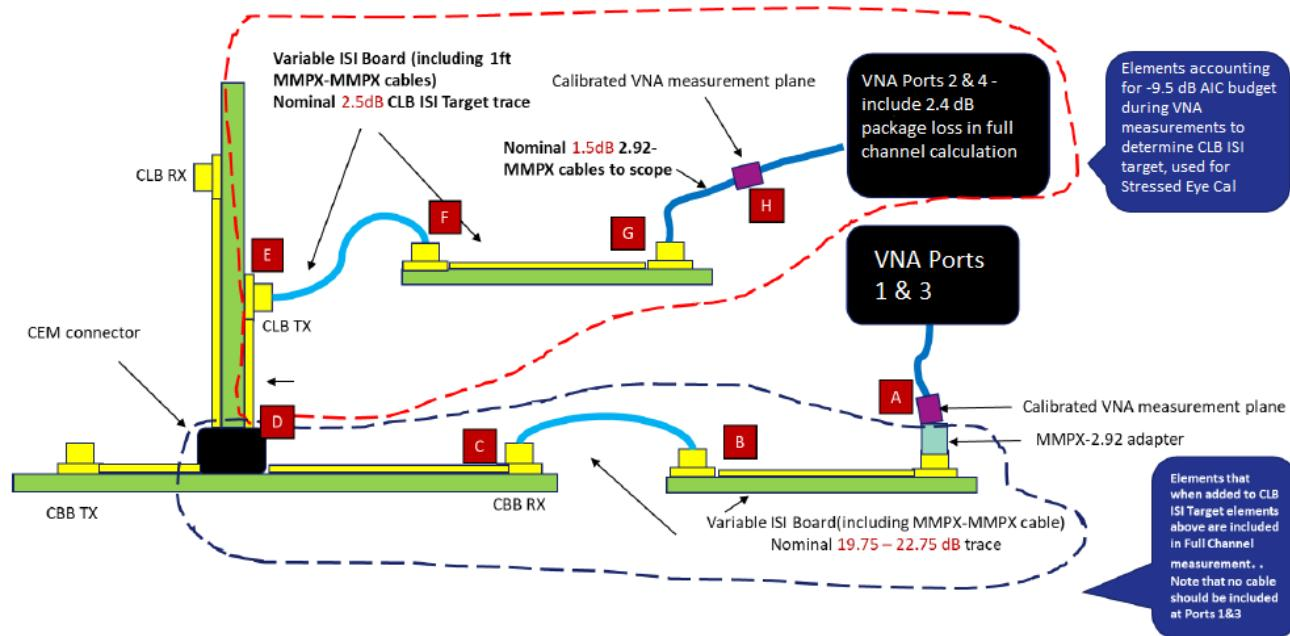
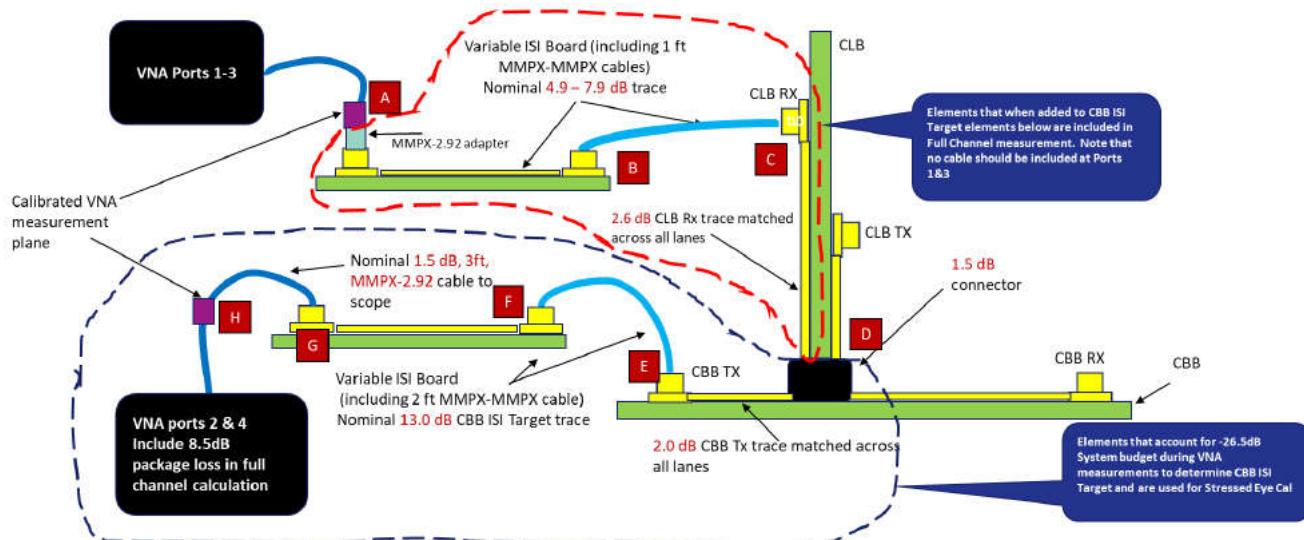

图 2-7. PCI-SIG AIC RX 校准规范
图 2-8. PCI-SIG 系统 RX 校准规范
4. 插入损耗校准在 TP2 处执行。图 2-7 和 图 2-8 展示了信号路径内不同元件的损耗目标以及 CBB/CLB 和 ISI 损耗电路板设置。
8. 插入损耗从 36dB 开始以 0.5dB 为步长递减，DMI 以 3mV 为增量递增，SJ 以 10mUI 为增量递增，SJ 以 10mV 为增量递增，而器件 CTLE 增益范围为 7 到 12，以实现最佳眼高 (EH) 和眼宽 (EW)。